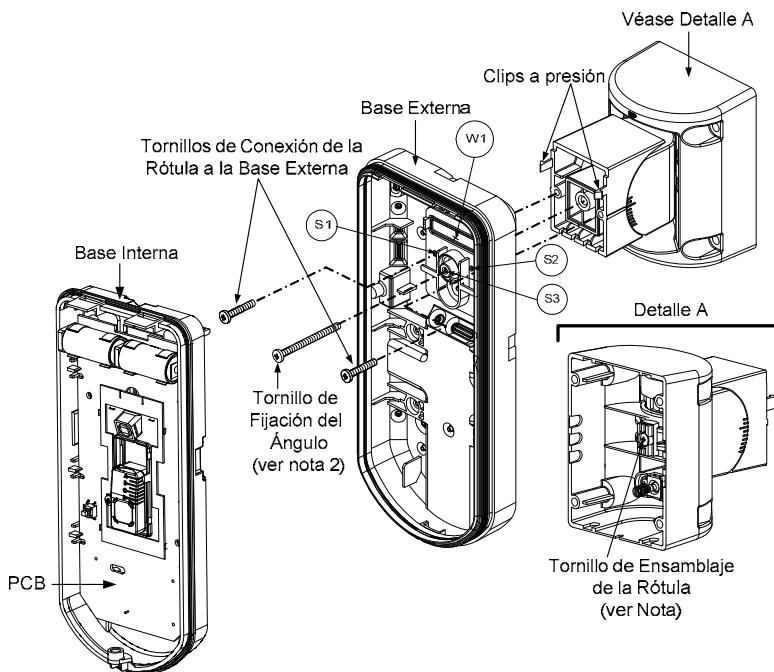

Figura 9
- Unir la base externa a la rótula usando los clips a presión de sujeción (Figura 9).
No aflojar ni apretar el Tornillo de Ensamblaje de la Rótula (Figura 9, Detalle A) ya que se utiliza únicamente para unir las piezas de la rótula (viene atornillado de fábrica).
- Fijar la base externa a la rótula con 2 tornillos sujetos a través de los agujeros pre-marcados S1 y S2 (Figura 9).
- Insertar el tornillo suministrado para la fijación del ángulo, haciéndolo pasar a través del agujero pre-marcado S3 en la base externa hasta unirlo con la rótula estándar (Figura 9).
Cuando las marcas de las dos partes móviles de la rótula están alineadas (Figura 9), la Rótula Estándar está en la posición 0°. Cada "clic" vertical desde esta posición representa un incremento o decremento de 5°.